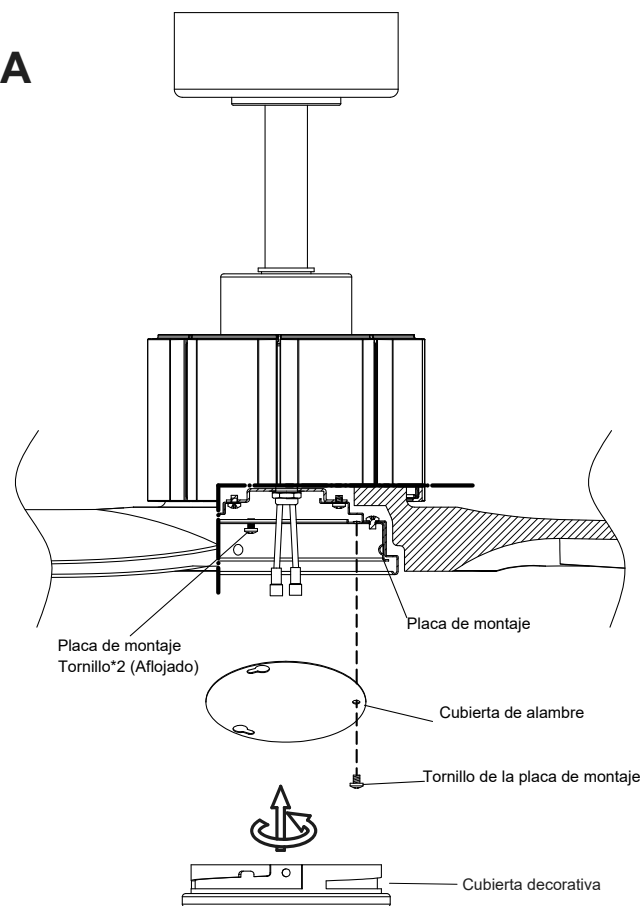

Fig. 16
Paso 1. Afloja dos de los tornillos de la placa de montaje y quita y guarda el tercer tornillo de la placa de montaje. (Fig. 16)
Cambia el tercer tornillo de la placa de montaje que se había retirado antes y aprieta los tres tornillos de la placa de montaje para asegurarlos. (Fig. 16)
Paso 3. Sube la tapa decorativa hasta el ventilador, siéntate contra la placa de montaje y gira en sentido horario hacia la placa hasta que quede bien ajustada, **NO APRIETES DEMASIADO.** (Fig. 16)